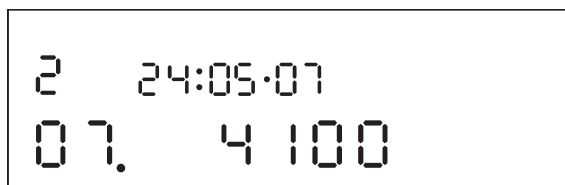
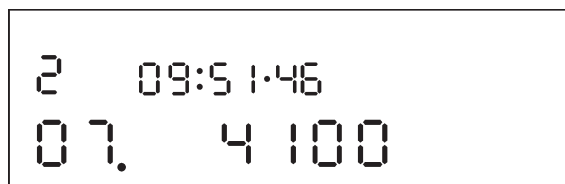

Рисунок 5.18
Рисунок 5.19
На рисунках показано значение (4100) седьмой записи (07.) журнала программируемых параметров (2) зафиксированное 24 мая 2007 года (24:05•07) (рисунок 5.18) в 9 часов 51 минуту 46 секунд (09:51•46) (рисунок 5.19). Дата и время отображаются попеременно с интервалом 2 с. Если значение даты равно нулю (00:00•00) значит, запись в журнале отсутствует.